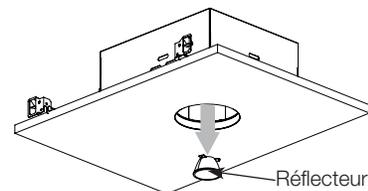

Figure 3
4. Remplacement d'un module d'éclairage sur le terrain (Figure 3).
- a. Faire correspondre le numéro du module à DEL sur la languette du module (Figure 3) avec l'étiquette du boîtier, située à l'intérieur du boîtier du module.